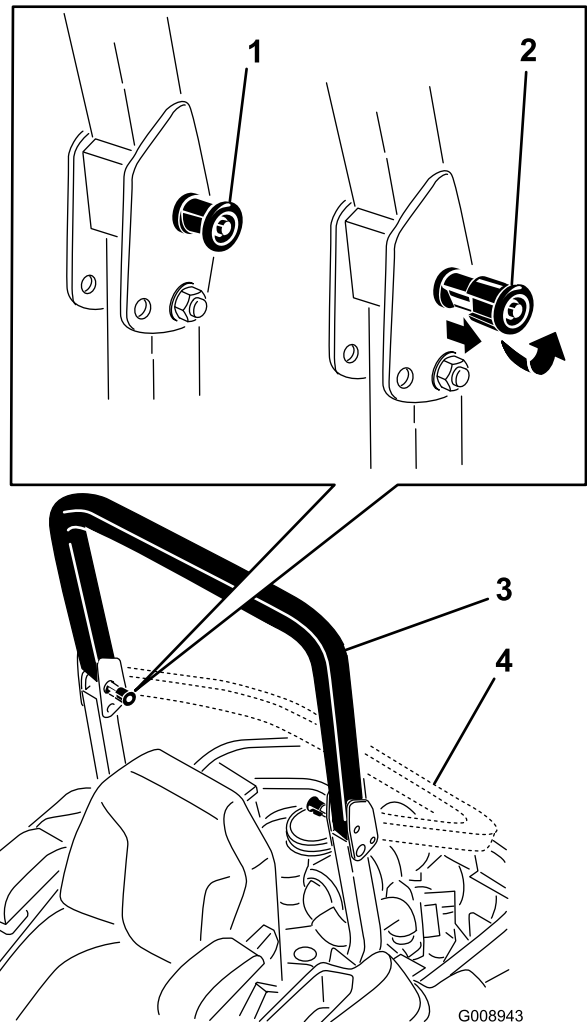

Figure 8
2. Tirez sur les deux boutons et tournez-les à 90 degrés pour les désengager (Figure 8).
3. Faites pivoter l'arceau de sécurité à la position abaissée (Figure 8).
4. Pour relever l'arceau de sécurité à la position d'utilisation, tournez les boutons de sorte à les déplacer partiellement dans les rainures (Figure 8).
5. Redressez l'arceau de sécurité en position relevée tout en poussant dessus; les goupilles s'engagent en position quand les trous sont en face (Figure 8). Appuyez sur l'arceau de sécurité et vérifiez que les deux goupilles sont engagées.